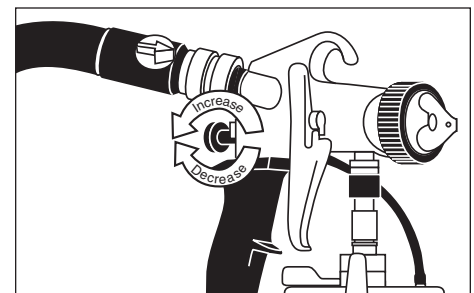

Figura 10 - Cómo regular el flujo de material
- Para regular el flujo de material, gire la perilla de control de material en sentido horario para disminuir y en sentido antihorario para aumentar (ver Figura 10).